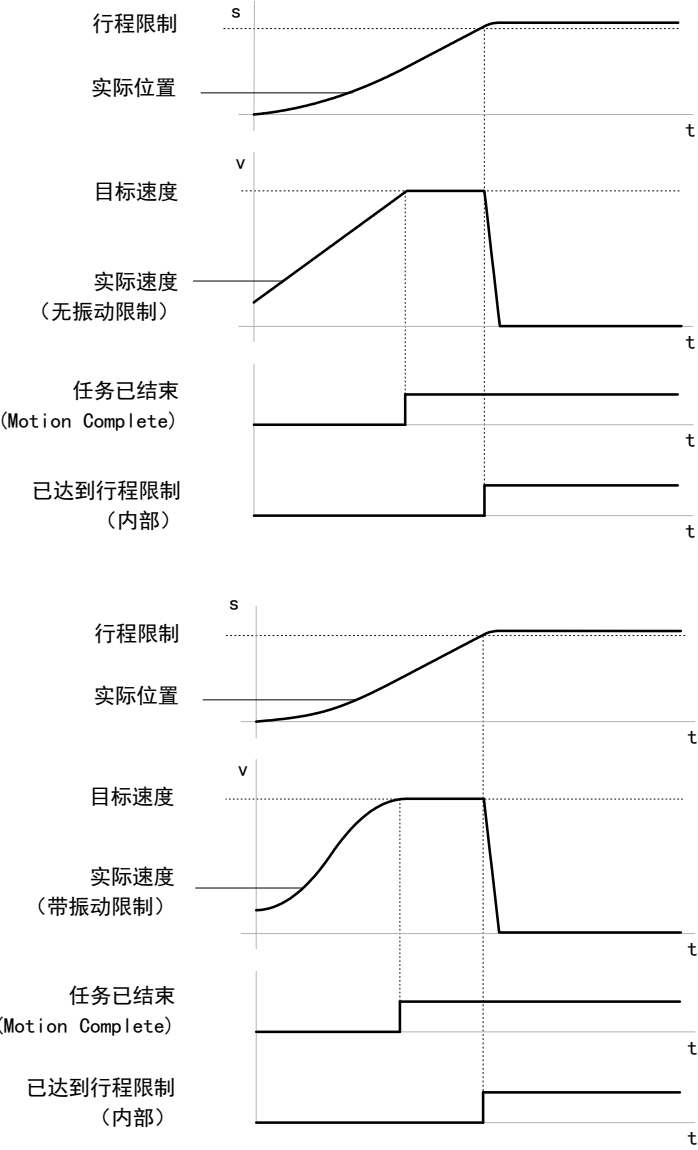

Fig. 2.9 带行程限制的速度模式（首先达到目标速度）
– 首先达到速度，也就是说整个静止时间内的实际速度位于目标窗口内。 (示例 → Fig. 2.9)	置位“Motion Complete”信号。驱动器继续以目标速度受控性的运行。对速度偏差的监控保持激活；作用力保持受任务指定最大值的限制；行程限制保持激活状态。